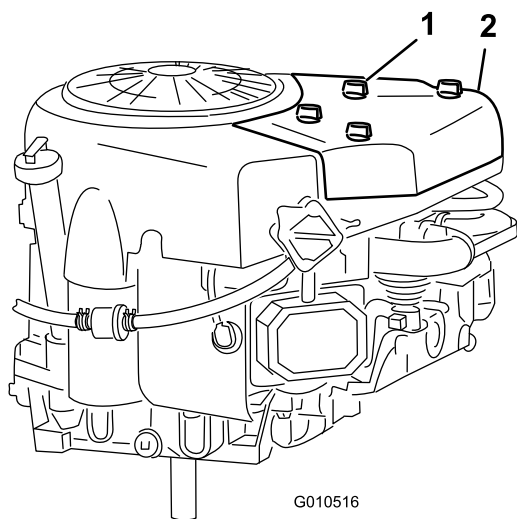

Figura 21
2. Svitare le manopole e togliete il coperchio del filtro dell'aria (Figura 21).
3. Montate il coperchio del filtro dell'aria e le manopole (Figura 21).